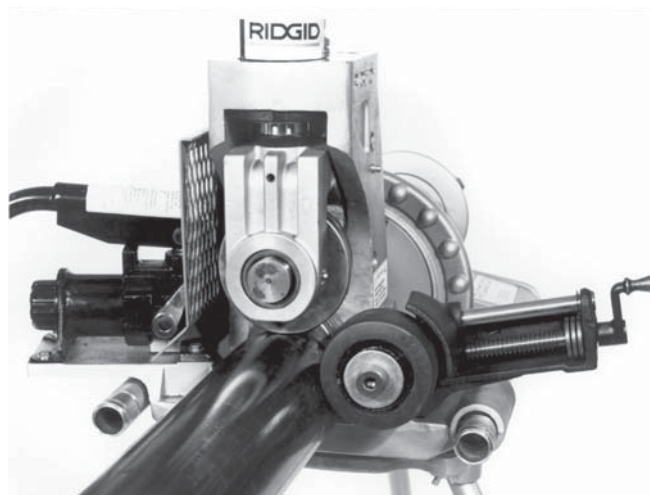

Рисунок 23 – Расположение стабилизатора
4. Затягивайте ролик стабилизатора, пока он не коснется трубы. Затяните стабилизатор на один полный оборот после касания заготовки (рисунок 23).